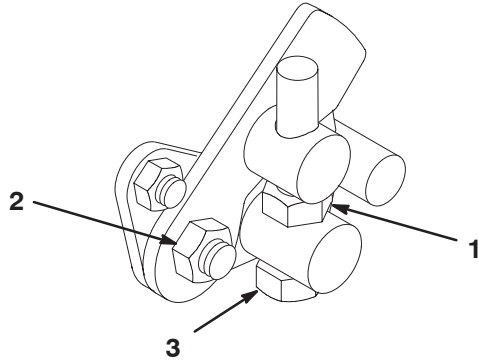

Figure 54
1. Desserrez l'écrou de blocage sur la vis à tête hexagonale (Fig. 54).
4. Serrez l'écrou de blocage de la vis à tête hexagonale et l'écrou du pivot de la pédale pour bloquer le réglage (Fig. 54). Vérifiez le réglage et ajustez-le si nécessaire.